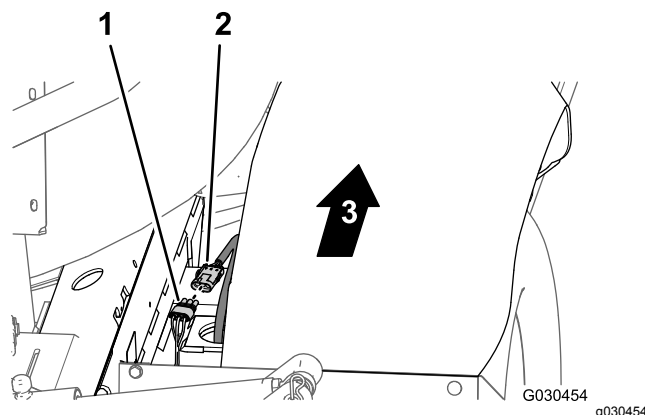

Figura 108
2. Nella parte posteriore della macchina (tra il tubo del telaio di destra e il parafrangente di destra), collegate il connettore a 3 pin del cablaggio del sensore di velocità nel motore idraulico della trazione di destra al connettore a 3 prese (non contrassegnato) del cablaggio principale posteriore (Figura 108).